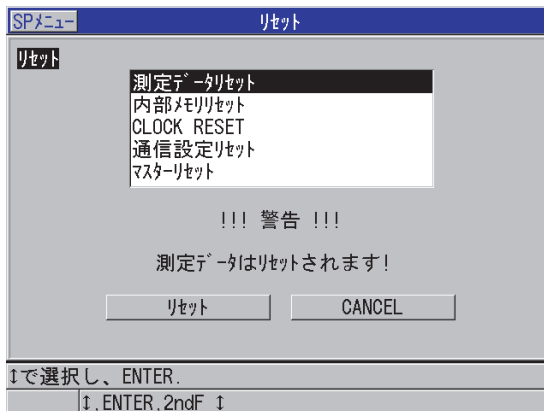

図 15-1 リセット機能をオンにする
3. リセット画面で、以下の操作を行います (279 ページの図 15-1 参照)。